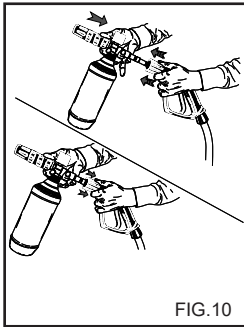

FIG.10
2) Retirer la rallonge de la poignée et monter le kit vaporisateur de détergent (fig.10) actionner le nettoyeur haute pression et vaporiser sur la surface à laver, de bas en haut.